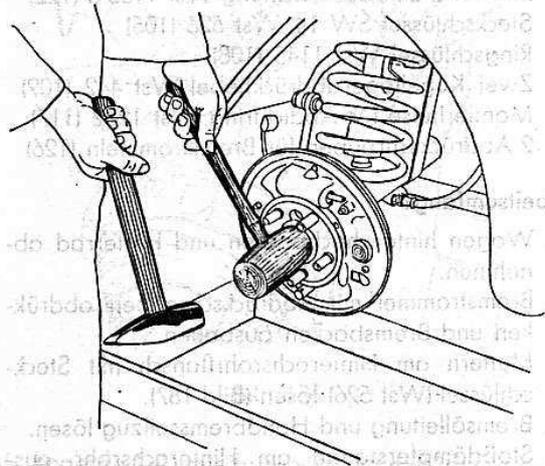

Bild 191
- stoßen (Bild 191), Bremsschild und Dichtungshalter am Hinterachsrohrflansch anschrauben.